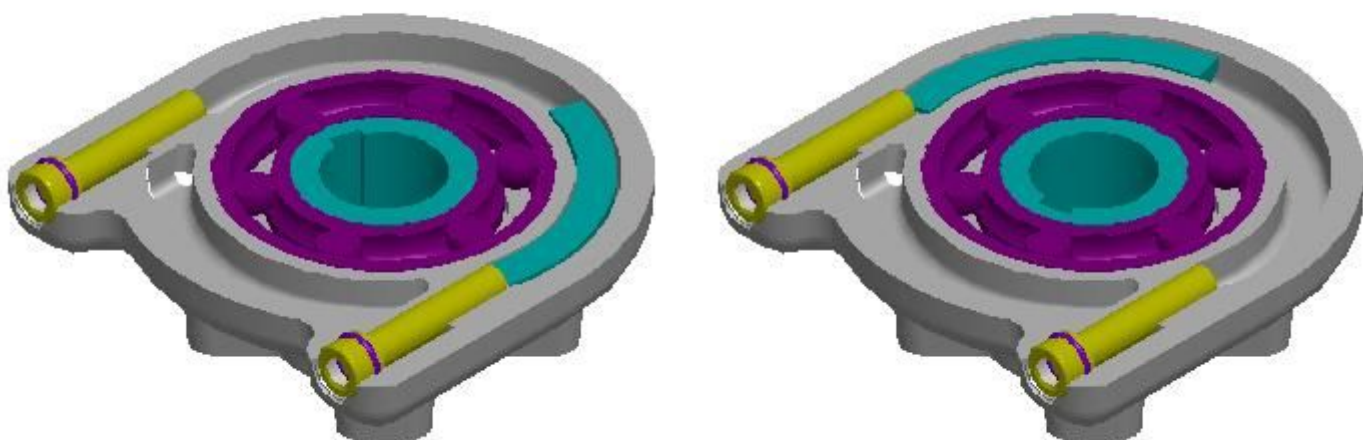
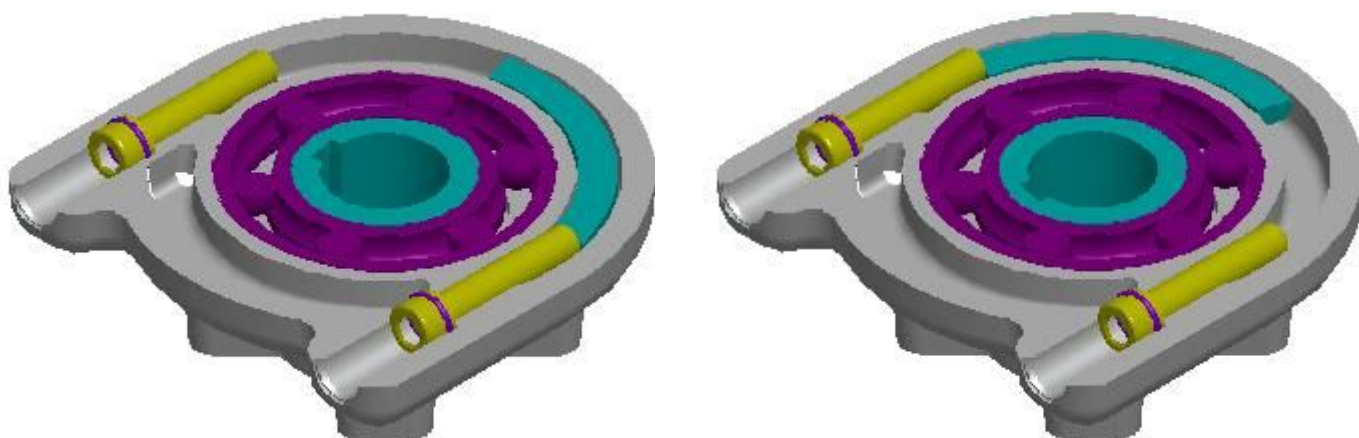

Рис. 13
Рис. 14
- Открепите оба упорные болты так, чтоб их головки болтов были заровно с кромкой отверстия (Рис. 13)
- ослабите оба упорные винты так, чтобы их головки были на упорке канта отверстия (рис.13)
Упорными винтами бозможно на установленном ЭП (Рис.13) увеличить или уменьшить (Рис.14) рабочий угол о 20°, но пезезает возможность подстройкки положения выходного органа. Однако на указанный угол должен быть установлен блок положения и датчик выставлен из зацепления.